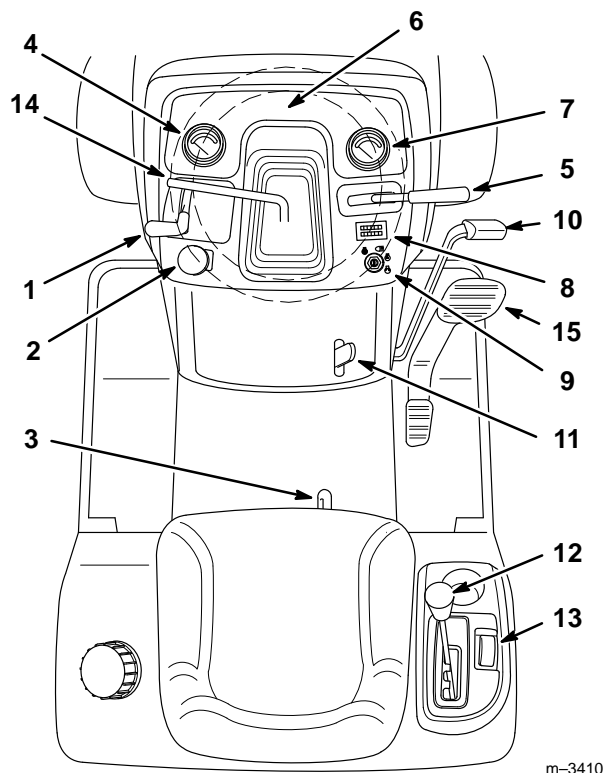

Abbildung 12
Machen Sie sich mit allen Bedienungselementen vertraut (Abb. 12), bevor der Motor gestartet und das Gerät eingesetzt wird.
1. Das Bremspedal (Abb. 12) herunterdrücken und in der gedrückten Position halten.
2. Den Feststellbremsenhebel (Abb. 12) hochziehen und den Fuß allmählich vom Bremspedal nehmen. Das Bremspedal sollte in heruntergedrückter (gesperrter Position) bleiben.
1. Das Bremspedal (Abb. 12) herunterdrücken. Der Feststellbremsenhebel sollte sich lösen.